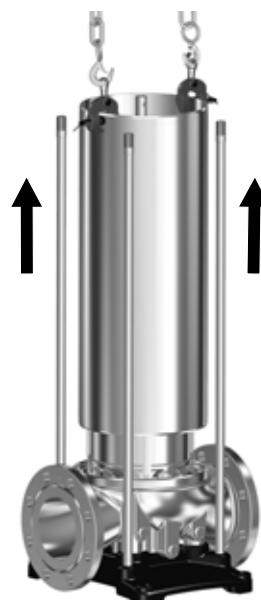

Рис. 1 Приспособление N, установленное на цилиндрическом кожухе (55)
7. Снимите гайки (36) и шайбы (66а).
9. Снимите крышку головной части (2). Может понадобиться отделить ее от цилиндрического кожуха (55) с помощью пластикового молотка.
10. Снимите кольцевое уплотнение (37) с крышки головной части.
11. Извлеките напорный узел (44а) из крышки головной части (2).
12. Только насосы CR: снимите винты (60) и кронштейны (2с) с крышки головной части (2).
13. Установите приспособление N на цилиндрический кожух насоса (55). См. рис. 1.